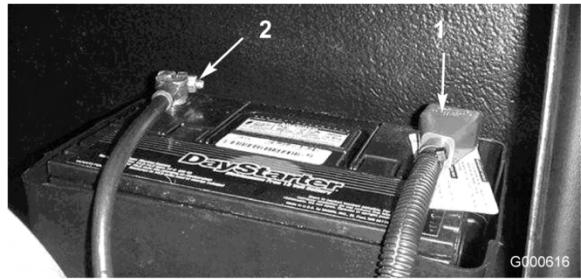

Bild 40
5. Klemmen Sie das Pluskabel (Rot) am Pluspol (+) der Batterie und das Minuskabel (Schwarz) am Minuspol (-) der Batterie an (Bild 40). Befestigen Sie die Kabel mit Kopfschrauben und Muttern an den Polen. Stellen Sie sicher, dass die Plusklemme (+) vollständig auf den Pluspol aufgezogen und das Kabel fest an die Batterie angeklemmt ist. Das Kabel darf die Batterieabdeckung nicht berühren. Ziehen Sie den Gummischuh über den Pluspol, um Kurzschlüsse vorzubeugen.